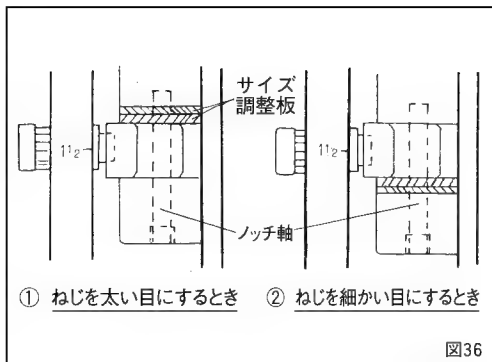

図36
## ■サイズ調整板によるねじ絞りの調節 (図36)
- ① ノッチ軸を(一)ドライバーで緩めます。
- ② 位置決めノッチを押さえながらノッチ軸を外します。
- ③ 位置決めノッチをその下にあるピンとバネが飛び出さないよう、注意しながら外します。
- ④ サイズ調整板を図36-①②のどちらかを選び挿入してください。
- ⑤ バネ及びピンを切上げブロックの所定の穴に入れ、位置決めノッチで押さえします。
- ⑥ ノッチ軸を切上げブロックに通し、位置決めノッチ、サイズ調整板をセットします。
- ⑦ (一)ドライバーでノッチ軸をしっかり締付けてください。